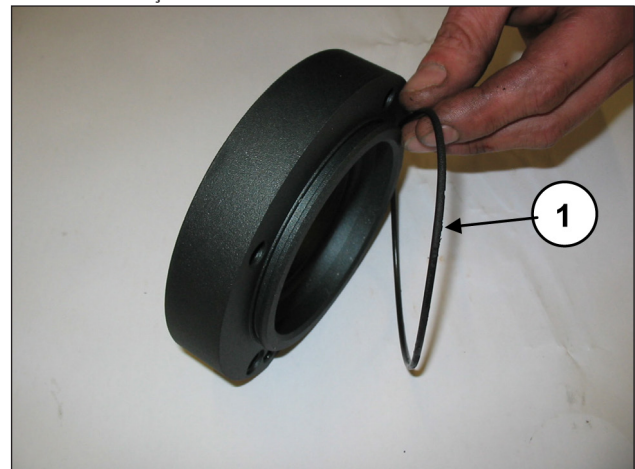
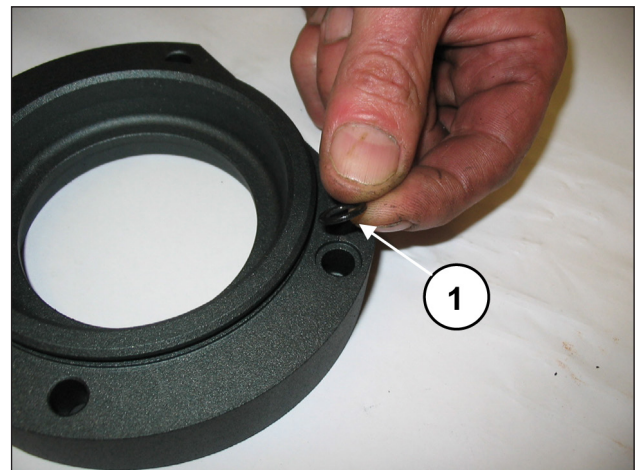

Fig. 65
Fig. 66
Aplique o O-ring externo (pos. ❶, Fig. 65) e o O-ring do furo de lubrificação (pos. ❶, Fig. 66) nas tampas do rolamento da tomada de força.